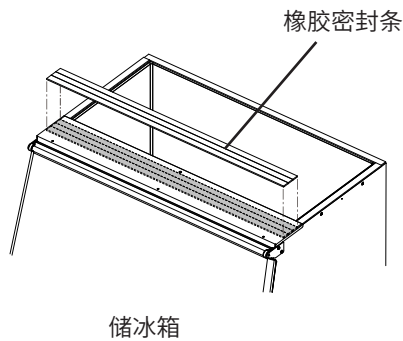

图 2a
- 2) 将储冰箱放在固定的安装位置上,将橡胶密封条(制冰机附件)安装到储冰箱顶部,如图2a。